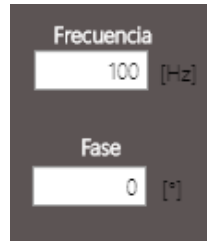

Figura 5.35: Valor de Frecuencia
5. En el textbox de frecuencia, colocar un valor de 100 y presionar en el osciloscopio el botón de *Auto-set*, el resultado será una señal con una frecuencia de 100 [Hz] (figura 5.35).